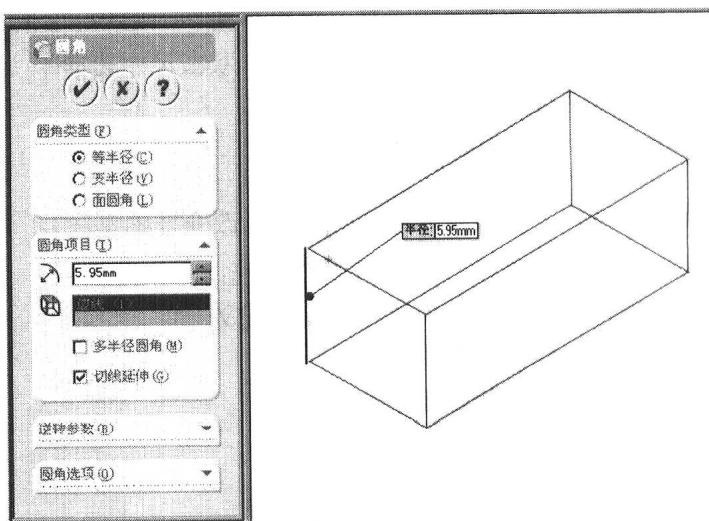

图 1-6 选择直线边缘进行倒圆角处理
Step 11 在基体的直线边缘上生成圆角特征，如图 1-6 所示。